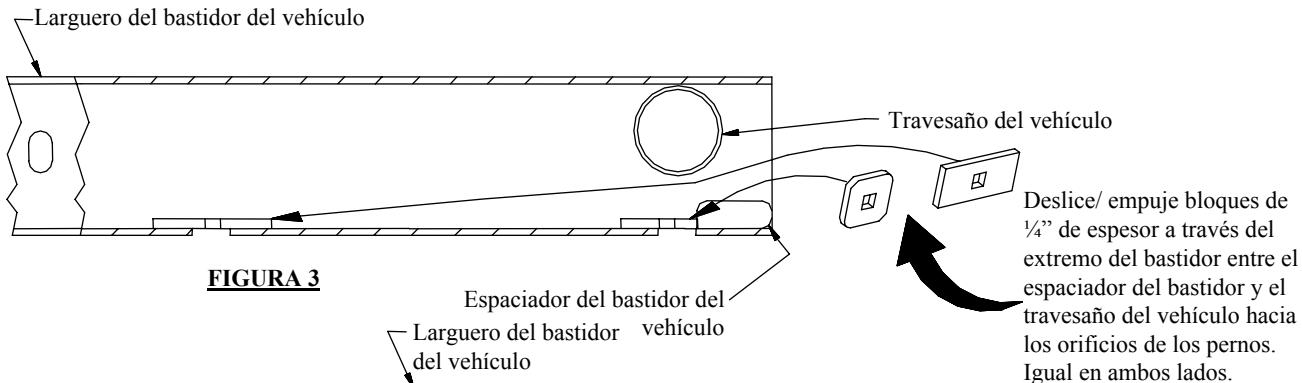

FIGURA 3
3. Deslice/ empuje bloques de $\frac{1}{4}" \times 1\text{-}1/2" \times 3"$ y bloques de $1/4" \times 2" \times 2"$ a través del extremo del bastidor entre el espaciador del bastidor y el travesaño del vehículo y alinee con los orificios en el soporte lateral del enganche (Ver Figura 3.). Guíe los pernos de carroaje a través de la ranura en el languero del bastidor y hacia abajo a través de los bloques y soportes laterales. Ver Figura 4. Instale los tornillos como se indica. Nota: En algunos modelos puede instalarse el perno de carroaje más posterior a través del extremo del travesaño del vehículo y hacia abajo a través del bloque y languero del bastidor dentro de los soportes laterales del enganche.